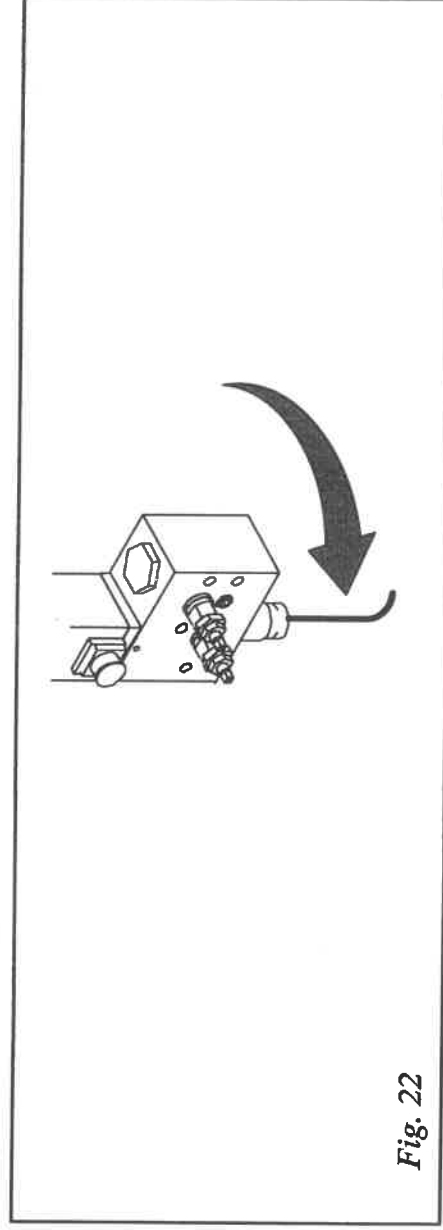

Fig. 22
a) La rottura del cavo d'acciaio (cod. 01001567, tav. 4) provoca l'immediata salita del braccio oltre il limite massimo (Fig. 22). E' necessario spegnere immediatamente il motore per evitare che si bruci, e sostituire il pezzo danneggiato.